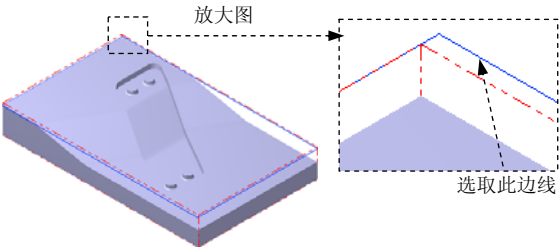
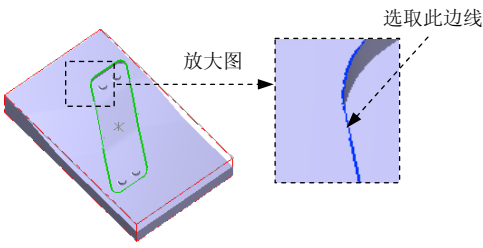

图 14.32 选取切削范围边线 1
图 14.33 选取切削范围边线 2
- (2) 设置加工边界。在边界范围区域中单击按钮，系统弹出“串连选项”对话框。在图形区中选取图 14.32 所示的边线以及图 14.33 所示的边线，单击按钮，系统返回至“刀具路径的曲面选取”对话框。
- (3) 单击按钮，完成加工区域的设置，同时系统弹出“曲面精加工平行铣削”对话框。